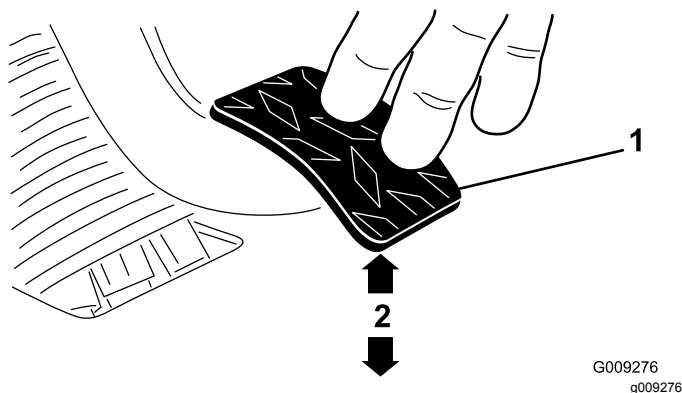

図 60
3. ジャムナットまたはボールジョイントを調整する 1.8 kg の力でクラッチペダルを踏んだ時にペダルの裏面の下端が床のダイヤモンド柄の頂部から 9.2-9.8 cm になるようにする 図 60。